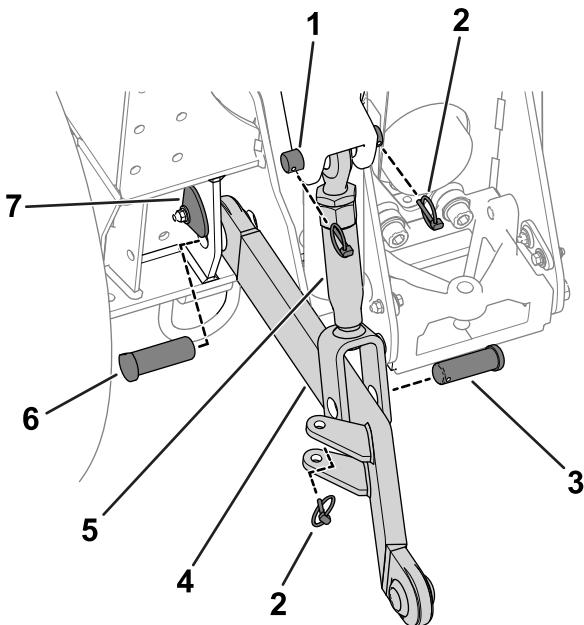
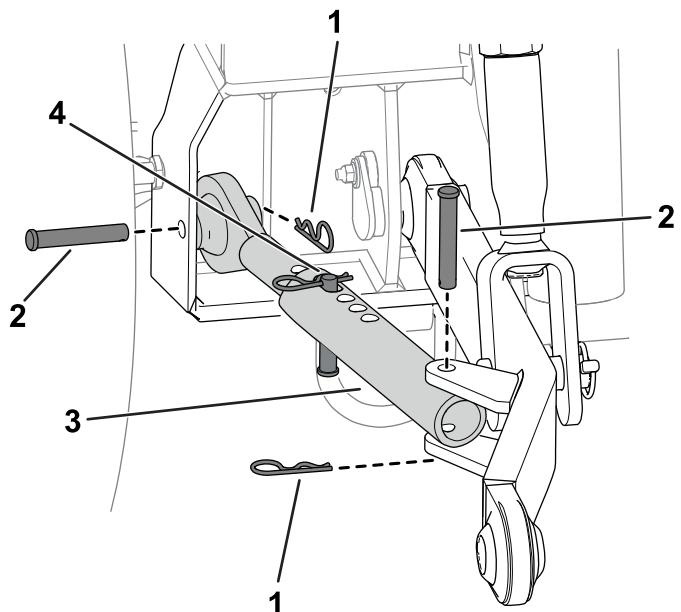

Figura 3
Figura 4
Nota: Figura 3 e Figura 4 illustrano il montaggio degli attacchi sul lato sinistro della macchina. Ripetete questa procedura per il lato destro della macchina.
1. Utilizzate un perno dell'attacco di sollevamento e 2 coppiglie ad anello per fissare l'attacco di sollevamento ai bracci di sollevamento della macchina (Figura 3).
- A. Sollevate la piastra del perno (Figura 3), esponendo il perno.
- B. Rimuovete il perno inferiore (Figura 3).
- C. Posizionate l'attacco di tiraggio come illustrato nella Figura 3.
- D. Inserite il perno inferiore attraverso il telaio e il giunto dell'attacco di tiraggio (Figura 3).
3. Utilizzate un perno con testa e una coppiglia ad anello per fissare l'attacco di sollevamento all'attacco di tiraggio (Figura 3).
4. Utilizzate un perno con testa e una coppiglia a forcina per fissare gli attacchi di oscillazione al telaio della macchina (Figura 4).
5. Utilizzate un perno con testa e una coppiglia a forcina per fissare l'attacco di oscillazione all'attacco di tiraggio (Figura 4).
6. Montate un perno con testa e una coppiglia a forcina all'attacco di oscillazione (Figura 4). Utilizzate il perno e la coppiglia per regolare l'oscillazione come opportuno per il vostro attrezzo; fate riferimento a Regolazione delle staffe di oscillazione (pagina 29).